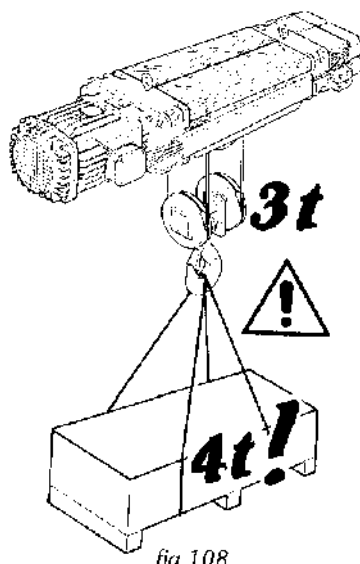

fig. 108
- O ciężarze większym niż nominalna zdolność udźwigu wciągarki (rys. 108).